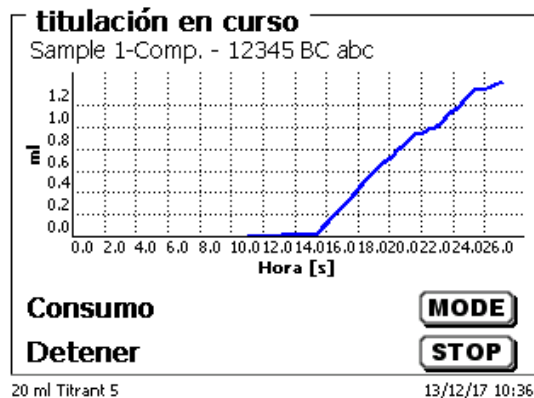

Fig. 77
- la curva de titulación en ml/tiempo [s] (Fig. 77).